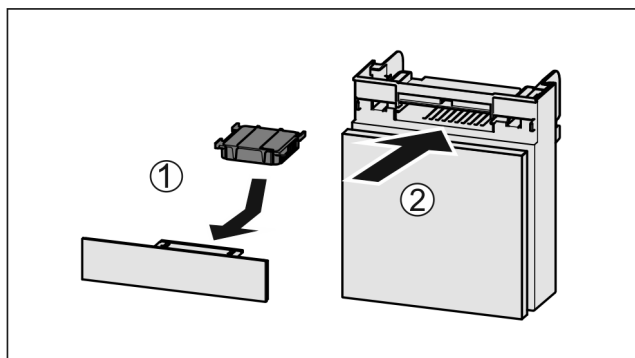

Fig. 113
- ▶ Aktivkohlefilter nach Abbildung einsetzen Fig. 113 (1).
- ▶ Fach einschieben Fig. 113 (2).